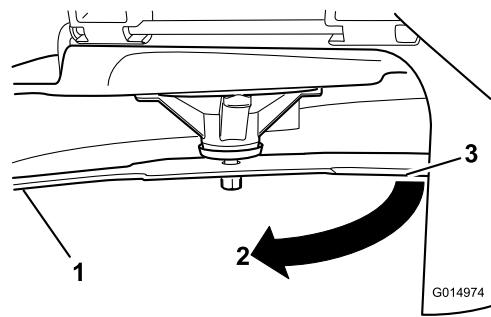

Bild 59
3. Zwischen Messer und Oberfläche gemessener Abstand (A)
4. Drehen Sie dasselbe Messer um 180 Grad, sodass die andere Schnittkante jetzt in derselben Stellung ist (Bild 59).